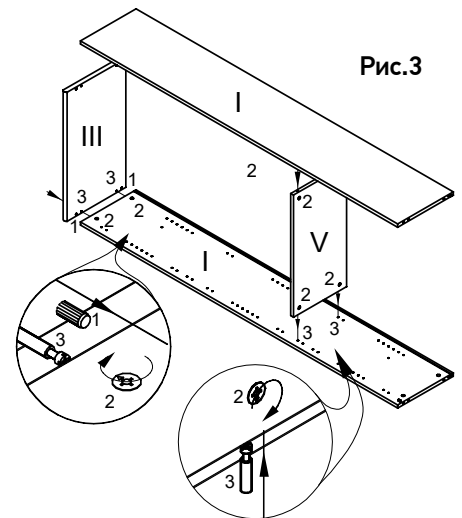
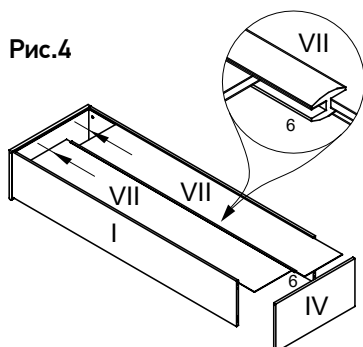

Рис.3
Рис.4
Сперва присоединить к боковине (I) полки переставные (V). Затянуть стяжки-эксцентрики (2) (см.рис.3). Присоединить сверху на полки переставные (V) боковину (I) (см.рис.3). Затянуть стяжки-эксцентрики (2) (см.рис.3). К торцам боковин (I) присоединить полку верхнюю (III). Зафиксировать полку верхнюю (III), затянув стяжки-эксцентрики (2) в боковинах (I), (см.рис.3). Затем, собранный каркас шкафа положить на лицевую сторону. Установить стенки задние (VII) в паз, соединив их между собой соединительным профилем (6), и установить полку нижнюю (IV) (см.рис.4).